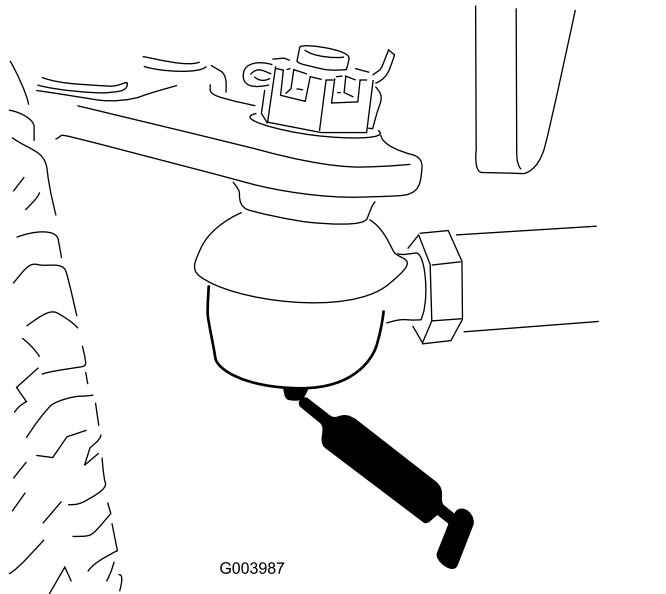

Figure 64
- Bielle d'essieu arrière (2)—Figure 64